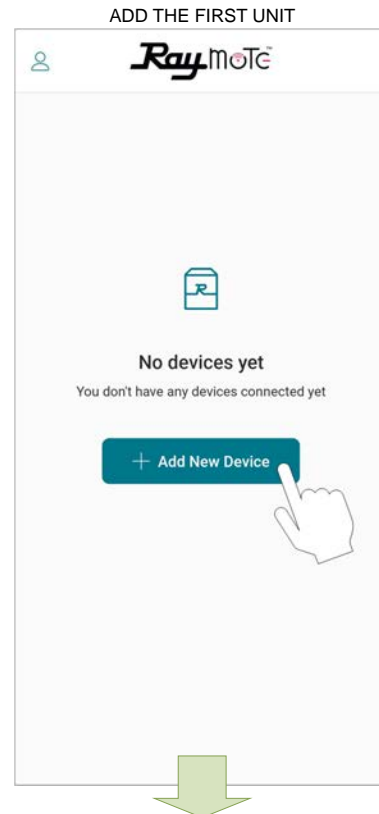

Figure 80. Ajouter un dispositif mobile
Une fois l'enregistrement de l'utilisateur effectué, commencez à ajouter vos appareils de chauffage AVIA via l'application mobile Raymote, voir **Figure 80**.
- Dans l'application Raymote, appuyez sur le bouton de menu ☰ situé dans le coin supérieur gauche de l'écran, puis appuyez sur "+ Add new device", voir **Figure 80**.